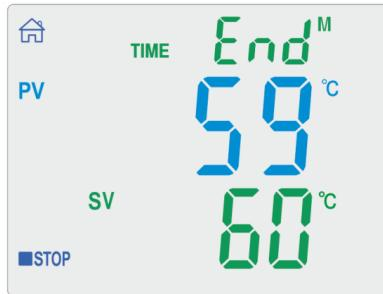

Рисунок 6
8.2.5. При работе по таймеру по истечении заданного времени нагрев отключается, на дисплее появляются символ **STOP** надпись «End» и подаётся звуковой сигнал (Рисунок 6).